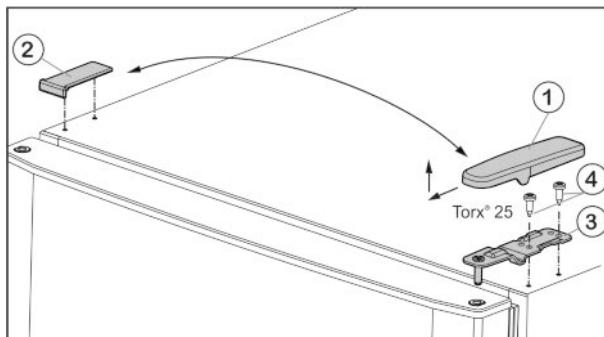

Fig. 4
- ▶ Потяните крышку Fig. 4 (1) вперед и вверх.
- ▶ Снимите крышку Fig. 4 (2).
- ▶ Открутите верхний опорный кронштейн Fig. 4 (3)(2 шт. Torx® 25) Fig. 4 (4) и вытяните вверх.
- ▶ Установите верхний опорный кронштейн Fig. 4 (3) на новой стороне шарнира и защелкните в дверце.
- ▶ Привинтите верхний опорный кронштейн (**с моментом 4 Нм**)(2 шт. Torx® 25) Fig. 4 (4). При необходимости проделайте отверстия или используйте аккумуляторную отвертку.
- ▶ Наденьте и защелкните крышку Fig. 4 (1) на противоположной стороне снаружи.
- ▶ Также наденьте сверху и защелкните крышку Fig. 4 (2) на противоположной стороне.